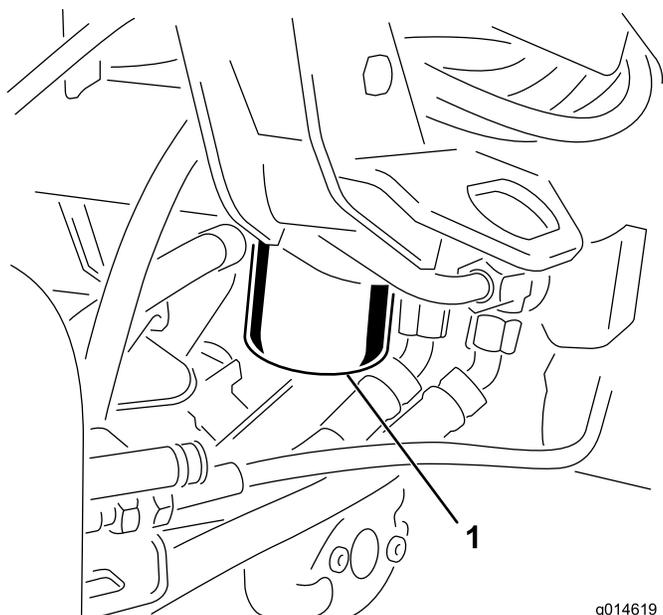

図 56
1. フィルタ容器の周辺をウェスできれいにぬぐう 図 56。フィルタの下に廃油受けを置いてフィルタを外す。